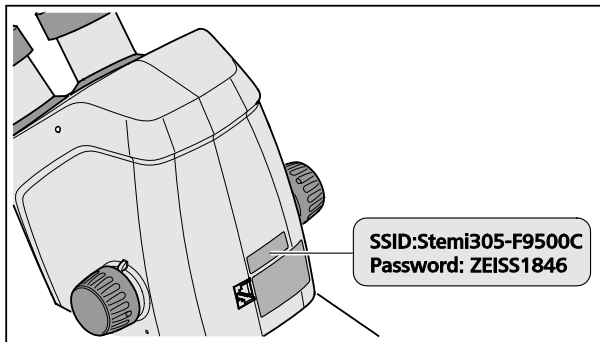

Figura 7 Etichetta adesiva sul lato posteriore dello strumento
- L'etichetta adesiva sul lato posteriore del corpo di microscopio (Figura 7) indica l'identificazione WLAN (SSID) regolata in fabbrica e la parola d'accesso WLAN dello strumento. L'SSID e la parola d'accesso WLAN possono essere cambiati più tardi attraverso una pagina web di configurazione WLAN.